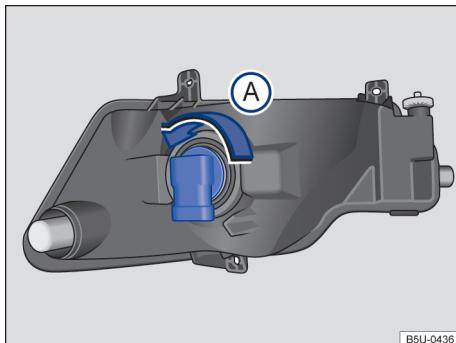

Fig. 112 Atrás do para-choque dianteiro: acesso à lâmpada incandescente do farol de neblina.
3. Girar o soquete da lâmpada → Fig. 112, no sentido anti-horário da seta , e desencaixá-lo do alojamento.